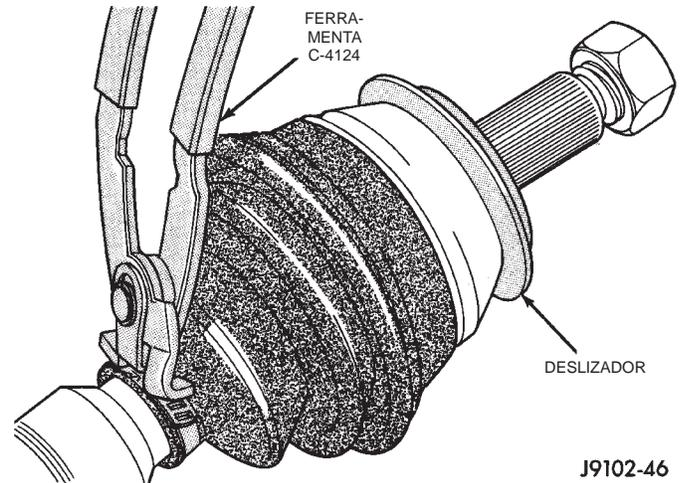

Fig. 7 Compressão da Ponte de Pressão
(4) Comprima a ponte de pressão com o Remove-dor/Instalador C-4124. Aperte as alças da ferramenta para completar o aperto da abraçadeira (Fig. 7). **Deve-se tomar cuidado ao utilizar a ferramenta, para evitar que haja algum corte através da ponte de pressão ou que se danifique a coifa.**
(5) Posicione a extremidade do diâmetro grande da coifa no alojamento da junta C/V.
(6) Após a instalação da abraçadeira menor da coifa da junta interna, o cubo interno deve ser ajustado para um comprimento de estrutura de serviço.
(7) Verifique se a coifa não está torcida e se ela está corretamente posicionada no alojamento.
(8) Instale a abraçadeira maior do tipo graduada e prenda-a conforme foi feito com as abraçadeiras menores do tipo graduada (Fig. 7).
(9) Deslize a abraçadeira menor da coifa da junta C/V externa no eixo.
(10) Deslize a coifa da junta C/V externa no eixo e coloque-a na sua posição no eixo.
(11) Instale a abraçadeira menor na coifa conforme feito acima.
(12) Instale a abraçadeira maior na coifa e na junta C/V.
(13) Instale a junta C/V externa no eixo.
(14) Instale a abraçadeira maior na coifa e na junta C/V.
(15) Instale o eixo propulsor C/V.